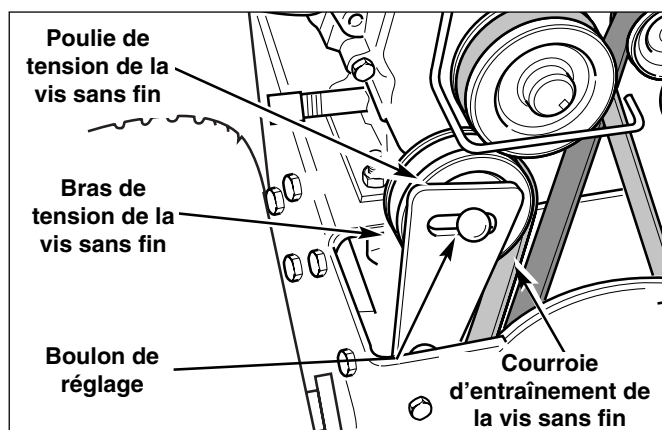

Figure 24. Courroie d'entraînement, guide et poulie de la vis sans fin
6. Desserrer le boulon de réglage (voir Figure 24) et déplacer la poulie de tension de la vis sans fin.